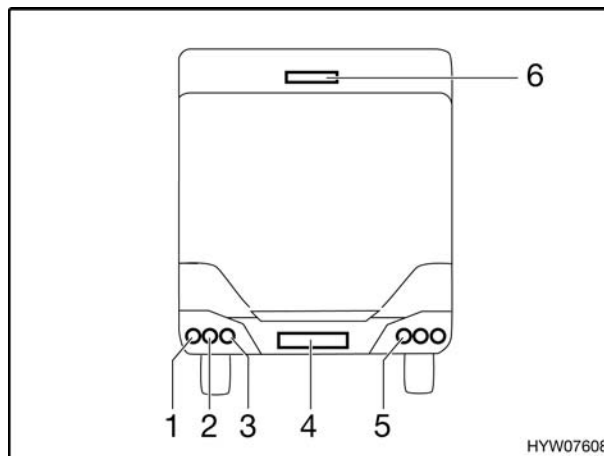
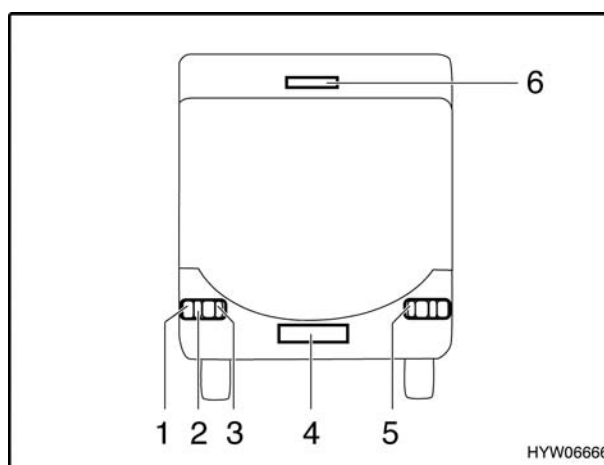
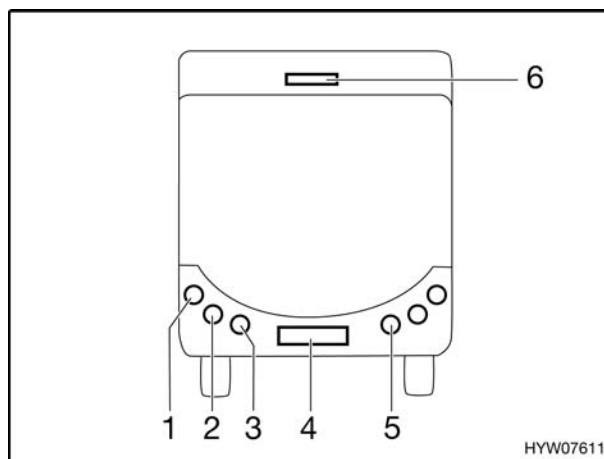

Fig. 198 Luci posteriori (variante 1)
Fig. 199 Luci posteriori (variante 2)
Fig. 200 Luci posteriori (variante 3)
- Svitare le viti degli involucri (Fig. 198,1 a 5, Fig. 199,1 a 5 o Fig. 200,1 a 5).
La terza luce freno (Fig. 198,6, Fig. 199,6 o Fig. 200,6) va sostituita assieme al suo involucro.